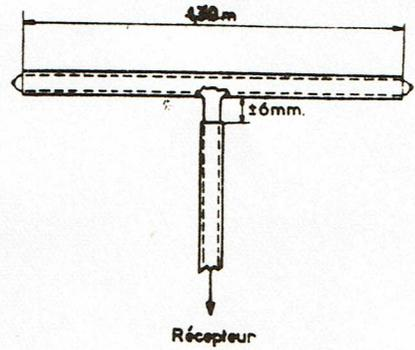

Fig. 4
- 4°) Souder les deux extrémités d'un câble de descente 300 ohms, au milieu du brin coupé (voir fig. 4).
Cette antenne intérieure (fig. 4), de réalisation très facile, pourra souvent rendre de grands services. Cependant, il ne faut pas se leurrer : ce n'est pas une antenne miracle, et il ne conviendra de l'utiliser que lorsque les conditions de réception s'avéreront favorables.